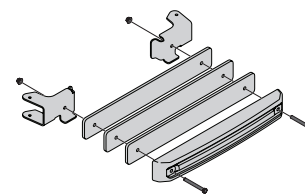

Figura 27
2. Sujete la pesa y tres platillos de pesar a los soportes de colgador de pesas con dos tornillos de cabeza hexagonal de 3/8" (710-3085) y dos tuercas (712-04065) como se muestra en la Figura 27.